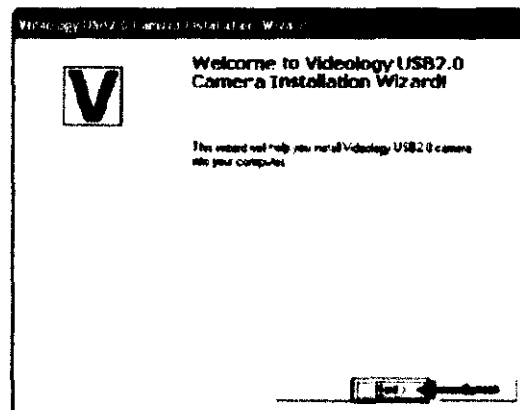
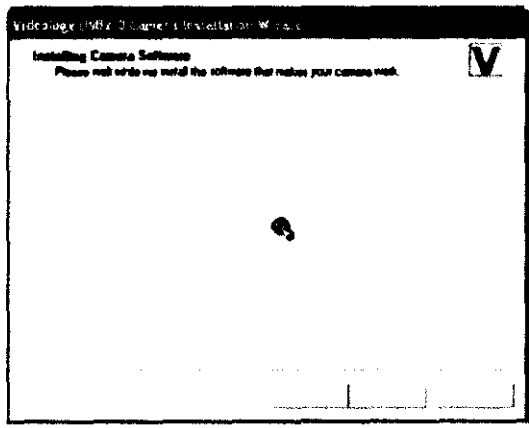

Figura 6
Figura 7
4. A continuación se muestra una nueva ventana, tal como puede ver en la **Figura 6**. Haga clic en el botón "Next" para continuar. Una vez que haya hecho clic en ese botón, debería acceder a la pantalla que aparece en la **Figura 7**.